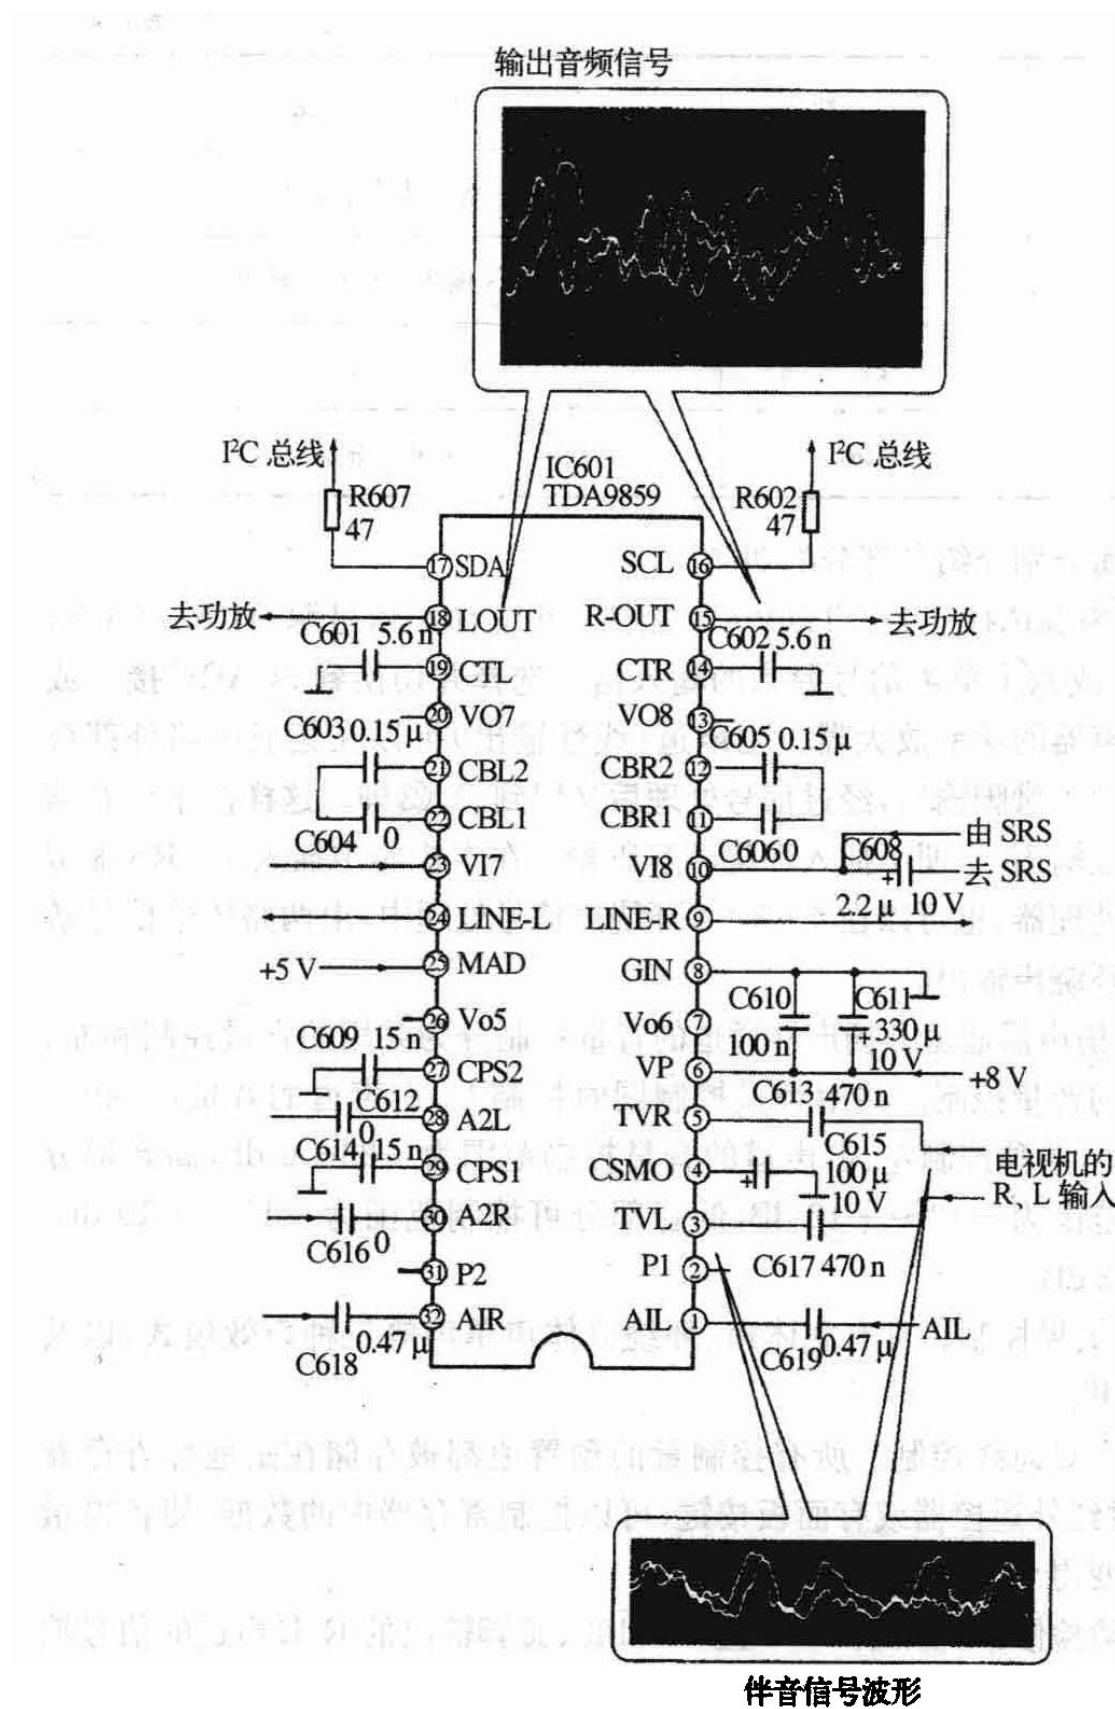

图 2-25 TDA9859 的应用电路图
② 具有交叉开关功能,即能把各自的输入信号切换到各自的输出端。
③ 既有内接扬声器通道的输出口,也有外接声音的 SCART 连接器输出口。
④ 可以选择空间立体声(对具有左、右声道的信号源)或虚拟立体声效果(对具有单声道的信号源)。
⑤ 可以外加音频环绕声解码器,适用于 4 : 2 : 4 传输方式的信号源,即音源为四路信号(L、R、C、S),传输为两路信号,最后再通过解码器还原出四路环绕声信号。
⑥ 具有两路一般用途的模拟输出口,它可以作为立体声信号输出,也可以作为双语音信号输出。
⑦ 所有功能都能被 I²C 总线控制,实现信源选择,强制声音模式(立体声、空间立体声、伪立体声、强制单声),低音、高音、平衡、音量等调整、切换功能。
图 2-25 为 TDA9859 的应用电路图。电视机接收的伴音信号分别由③、⑤脚输入,⑨、⑭脚输出线性的 R、L 声道信号,并进入 SRS 音效处理电路。经处理后的 R、L 信号再由⑩、⑮脚进入集成电路内,继续完成音量控制,立体声模式控制,高低音及左、右声道平衡调整等处理,再由⑰、⑱脚输出进入音频功率放大器。TDA9859 引出脚的符号和功能见表 2-1 所列。